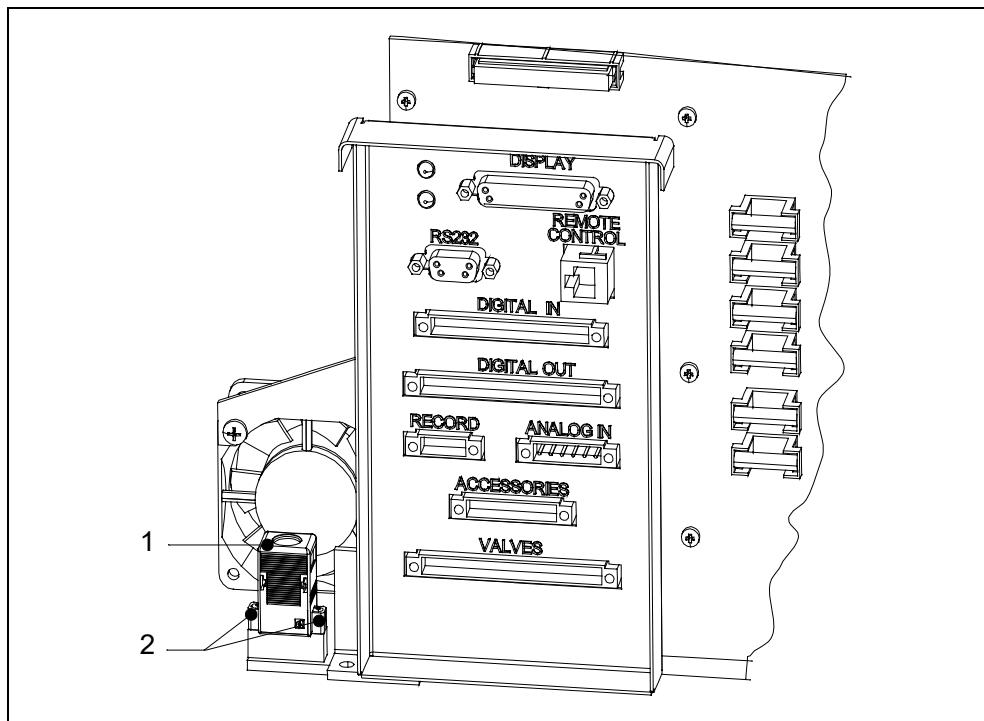

Fig. 7-7 Remplacement de l'I-STICK
- Pour remplacer l'I-STICK, desserrer les deux vis fixant l'I-STICK sur le connecteur. Voir à ce propos la Fig. 7-7 ci-dessous.